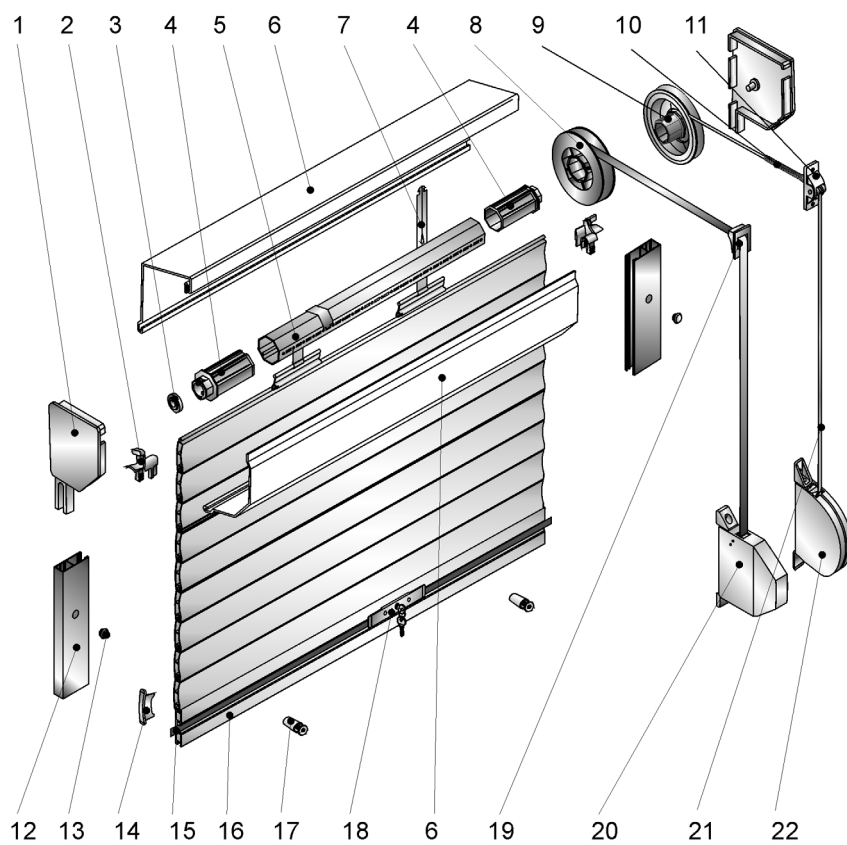

Рис. 3 Комплектация защитных роллет с ленточным или шнуровым приводами
1.3.6 Устройство и порядок работы роллеты, оснащенной ленточным или шнуровым приводами (см. рис.3):